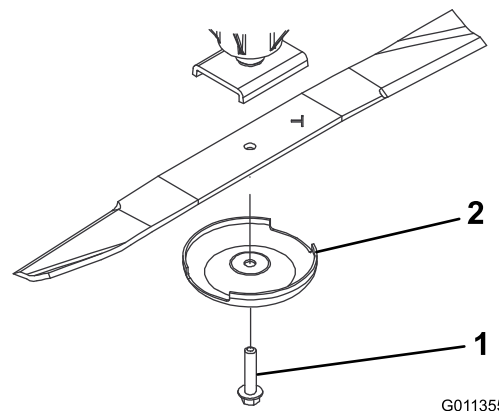

Figura 103
3. Retire del eje de la cuchilla el perno de la cuchilla, el protector de césped y la cuchilla (Figura 103).